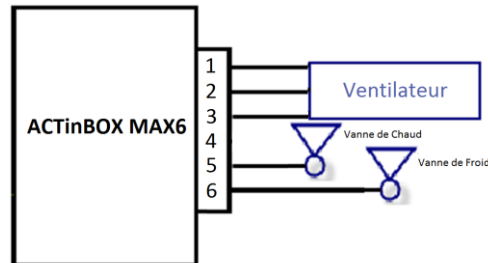

Figure 1.3. Connexion ACTinBOX MAX6 pour Ventilateur-Convecteur de 4 tubes
Comme il est possible de le voir sur la figure 1.3, les correspondances entre les sorties de l'actionneur pour sa connexion sur le Ventilateur-Convecteur sont:
Note: Si le Ventilateur-Convecteur à contrôler possède 2 tubes et non 4, il sera uniquement nécessaire l'utilisation d'une vanne, ce qui fera que la sortie 5 rester libre pourra être configurée librement comme pour la sortie 4 (voir figure 1.3).
**Ventilo-Convecteur de 4 tubes:** Le système à contrôler est formé par deux vannes (une pour le froid et l'autre pour le chaud). Ceci implique qu'il faudra connecter 5 des 6 sorties de l'actionneur: de la 1 à la 3 pour contrôler la vitesse du ventilateur et la 5 et 6 pour les vannes de froid et chaud (voir figure 1.3); ainsi, une sortie restera libre et elle pourra être activée ou non par paramètre.